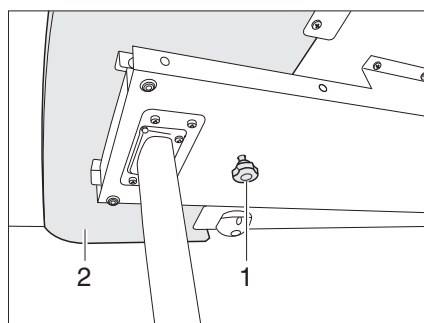
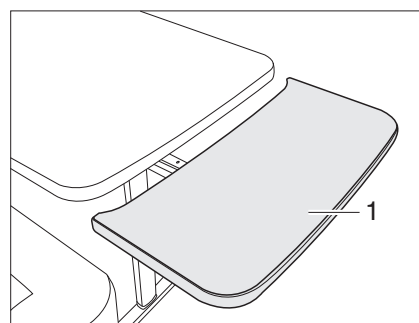

Fig. 73 Bloqueo de la prolongación del tablero de mesa
Fig. 74 Prolongación del tablero de mesa
- Aflojar el tornillo moleteado (Fig. 73,1).
- Extraer la prolongación del tablero de mesa (Fig. 73,2) hasta el tope (Fig. 74).
- Girar la prolongación del tablero de mesa (Fig. 74,1) hacia arriba formando un arco. La prolongación del tablero de mesa tiene contacto a ras con el tablero de la mesa.
- Retirar la prolongación del tablero de mesa (Fig. 74,1) del tablero de la mesa hasta el tope y presionarla hacia abajo venciendo la resistencia de los resortes de retención. La prolongación del tablero de mesa se desplazará hacia abajo formando un arco (Fig. 74).
- Apretar el tornillo moleteado (Fig. 73,1).